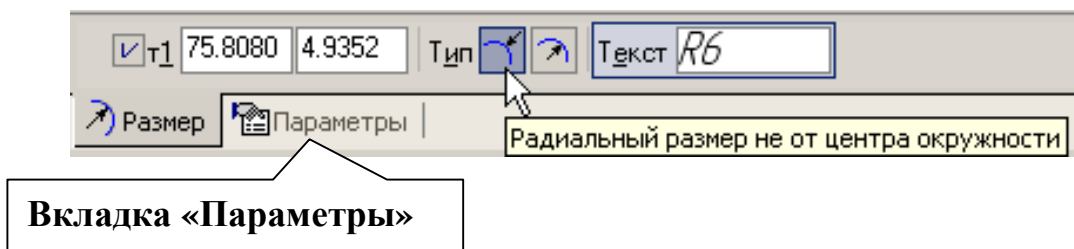

Рис. 48
- Проставьте размер радиуса $R6$. Для этого установите курсор на дуге, щелкните левой кнопкой мыши, выберите **Радиальный размер не от центра окружности**, активизируйте вкладку **Параметры**, рис. 48.